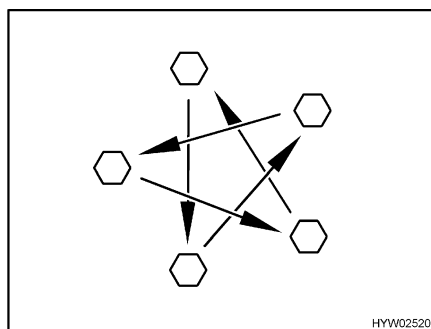

Fig. 186 Apretar las tuercas o los tornillos de las ruedas en forma de cruz
- Comprobar periódicamente que las tuercas o tornillos de las ruedas estén firmemente apretados. Reajustar en forma de cruz (Fig. 186) las tuercas o tornillos de las ruedas después de cambiar una rueda, al cabo de 50 km.